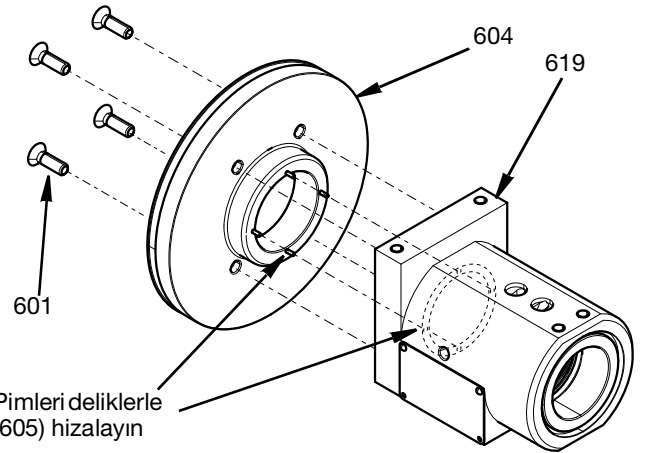

FIG. 23
3. Rulman muhafazasını (604) rakor muhafazasına (619) dört adet M5 vida (601) ile takın. 29,2 in-lbs (3,3 N•m) torkla sıkın. Rulman muhafazasındaki dört pimin hizalandığından ve hava halkalı dağıtım adaptöründeki (605) dört deliğe kilitlendiğinden emin olun. Bkz. FIG. 23.